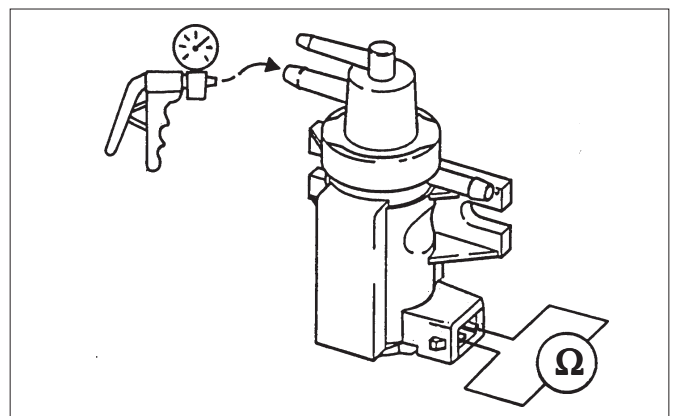

Abb. 8
EPW-Widerstand prüfen, Abb. 8
- Widerstand gemäß Abb. 8 messen.
Funktion prüfen, Abb. 8
- Handunterdruckpumpe gemäß Abb. 8 anschließen, sie dient hier als Manometer. Die anderen Schlauchverbindungen bleiben.